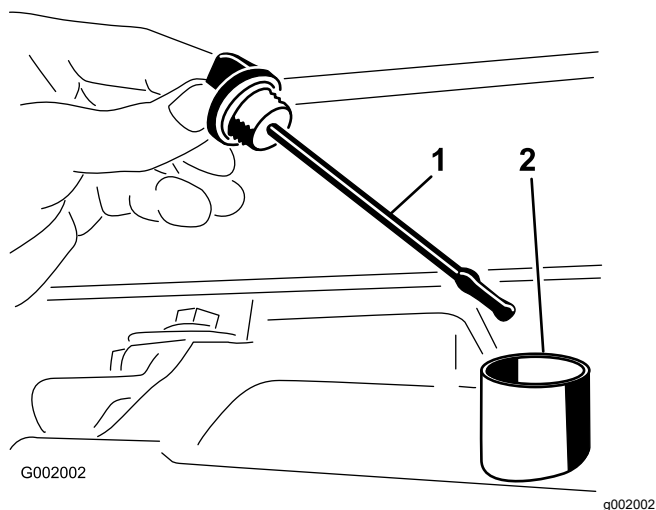

Figura 51
2. Retire la varilla del transeje y límpiela con un paño limpio (Figura 51).